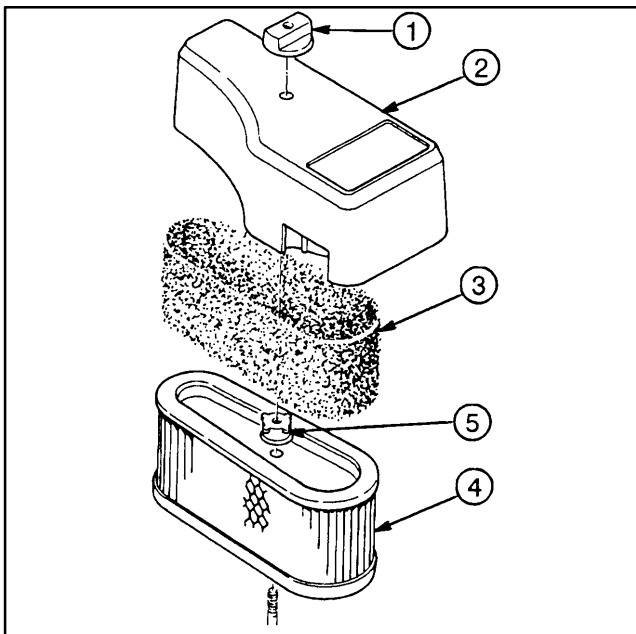

Abbildung 15
2. Das Klemmrad und die Abdeckung vom Filter entfernen (Abb. 15).
3. Der Schaumvorreiniger muß alle 25 Betriebsstunden gereinigt werden (Abb. 15), indem er von der Papierpatrone abgeschoben wird (Abb. 15).
4. Die Papierfilterpatrone muß alle 100 Stunden ausgewechselt werden. Eine (1) Mutter von der Oberseite der Papierpatrone entfernen (Abb. 15).